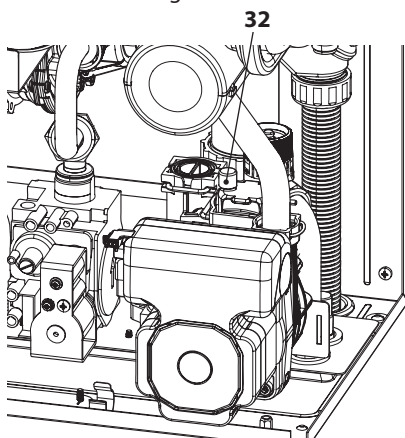

Figura 6.3
- Svitare il tappo della valvola di sfato automatica 32 in Figura 6.3.